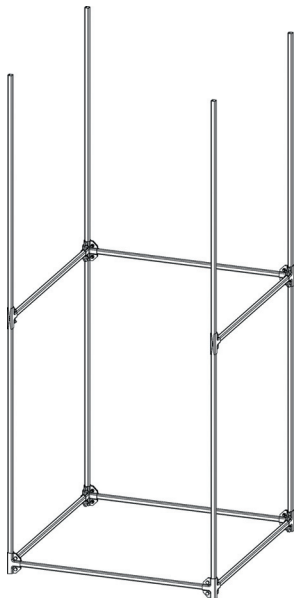

Рисунок 10 – Установка позиций «Стойка вертикальная»
9. Перед окончательной затяжкой болтов установить в позиции «Скоба крепежная А5 х 4» и «Скоба крепежная А1» по позиции «Стойка вертикальная» (см. Рисунок 10);